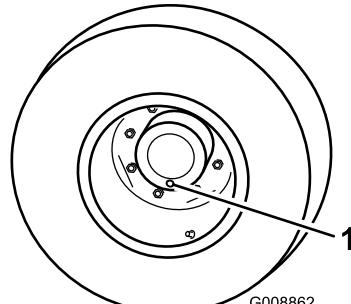

図 42
1. 平らな場所で、ホイールの点検/ドレンプラグ 図 42 が一番下時計の6時の位置に来るよう停止させる。